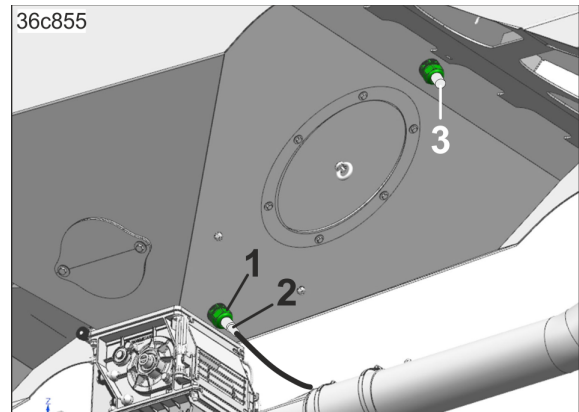

Fig. 139
2. Die Mutter (Fig. 139/1) lösen.
3. Den Leermeldesensor (Fig. 139/2) bis zum Anschlag in die vorgesehene Aufnahme stecken und festklemmen.
4. Den Dummy (Fig. 139/3) in die frei werdende Öffnung stecken und festklemmen.